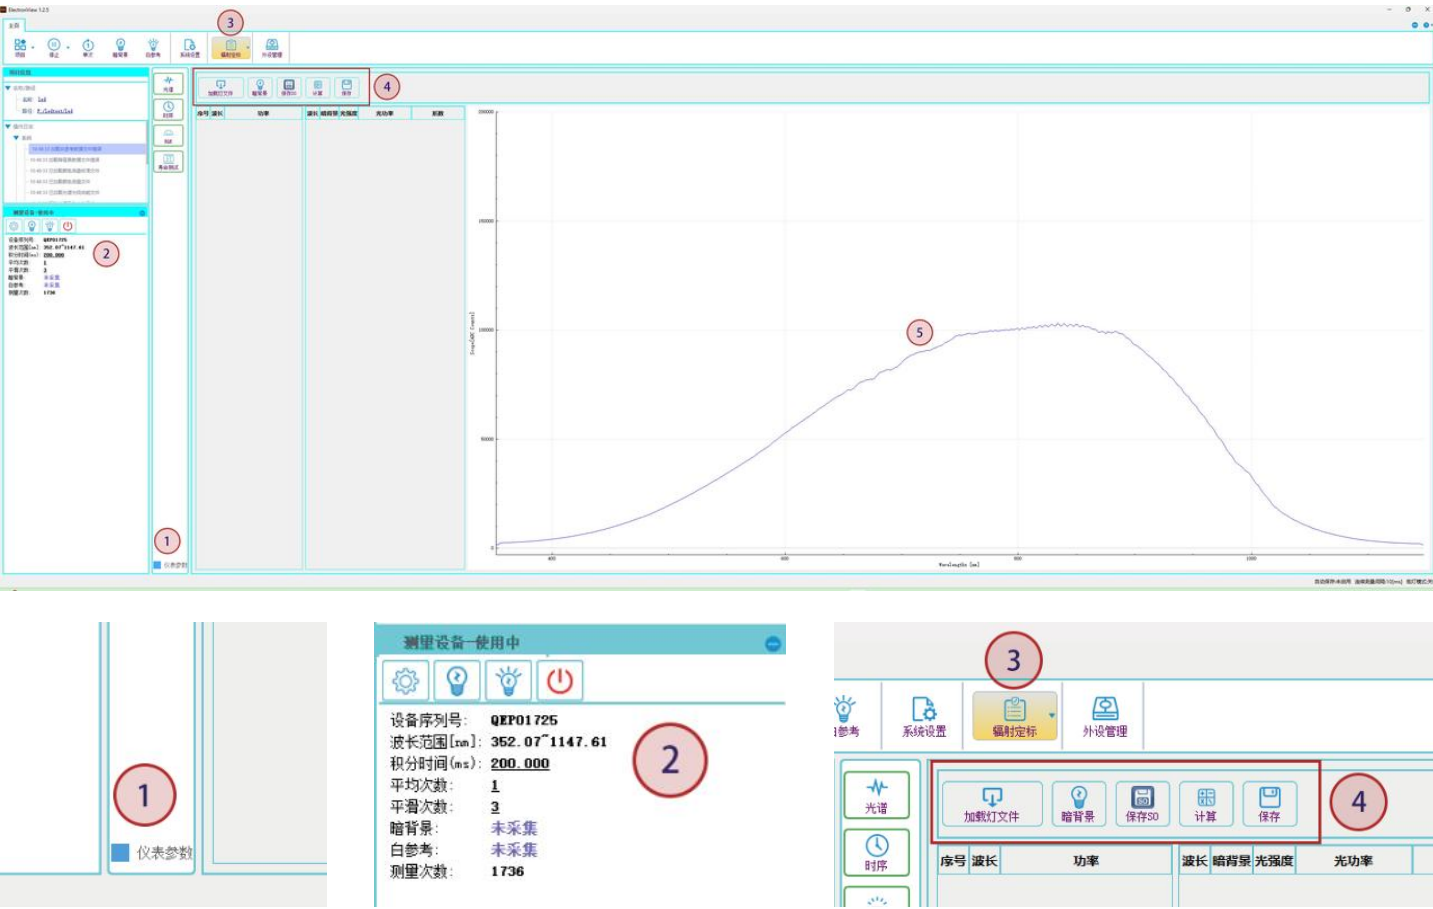

图5 辐射定标软件界面
在辐射定标前，先打开ElectronView软件，在左下角点开【仪表参数】（图5标记1），顶部菜单栏点击【辐射定标】（图5标记3），进入辐射定标界面，点击顶部菜单栏左侧【开始】按钮，使光谱仪实时读取光谱图。
- 3) 设置光谱仪测量参数。调整光谱仪积分时间，使得光谱值在10万附近（图5标记5），再设置适当的平均次数（推荐为1）和平滑次数（推荐为3）。其中积分时间是公式1中的 t_0 。